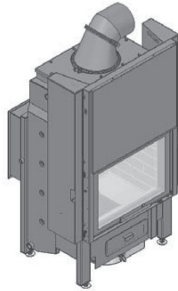

Figure 6a
Le Varia FD/FDh H₂O est équipé en standard d'un tiroir à cendres (**figure 6a**) à l'avant ou à l'arrière. Il est possible d'installer le tiroir à cendres sur le côté opposé du foyer vitré. Dans la mesure où l'ouverture / la trappe nécessaire au tiroir à cendres n'est pas souhaitée dans l'habillage fourni par le client, il est également possible d'utiliser un bac à cendres traditionnel (disponible en option) dans la chambre de combustion.
2. Retirez le tiroir à cendres (**figure 6a**) et l'insérer sur le côté opposé.
1. Retirez le tiroir à cendres (**figure 6a**).